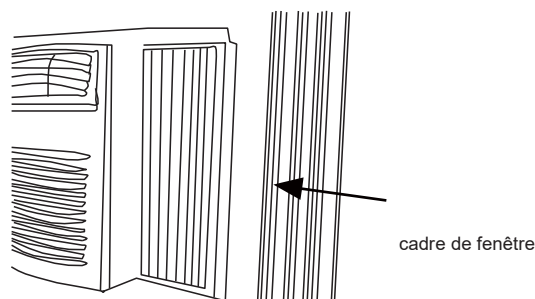

Fig. 6
B. Dépliez les panneaux latéraux contre le cadre de la fenêtre (Fig. 6).